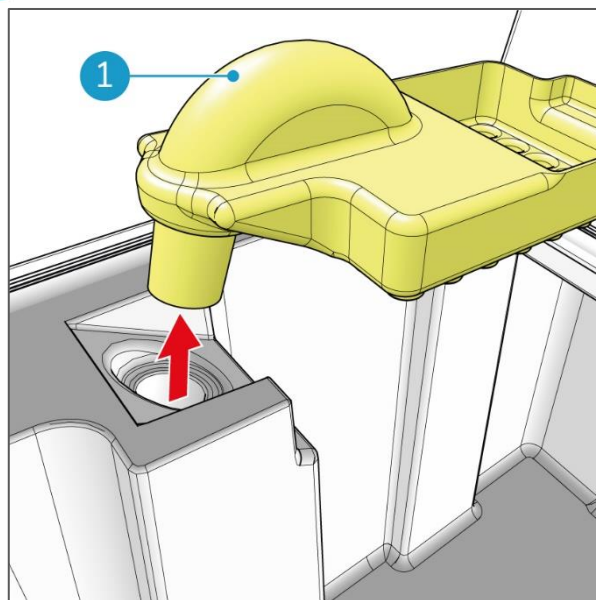

Figura 66
8. Rimuovere la presa dell'acqua di recupero (Figura 66, pos 1).